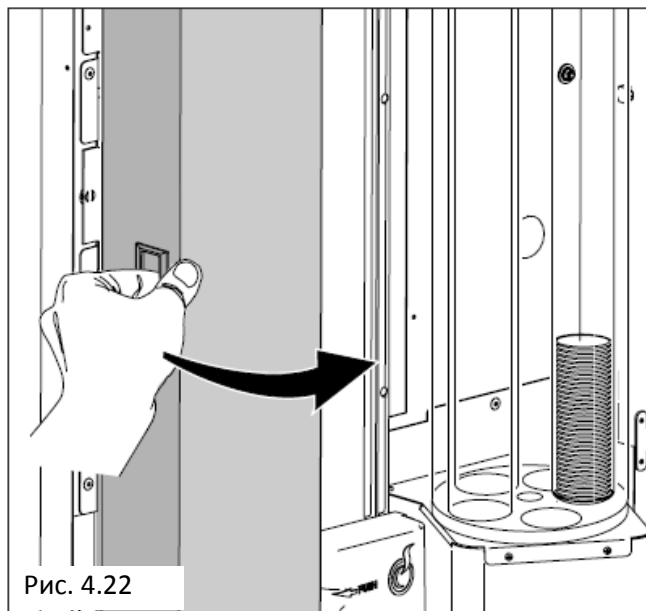

Рис. 4.22
- Откройте панель и защитную дверцу монетного механизма (Рис. 4.22)